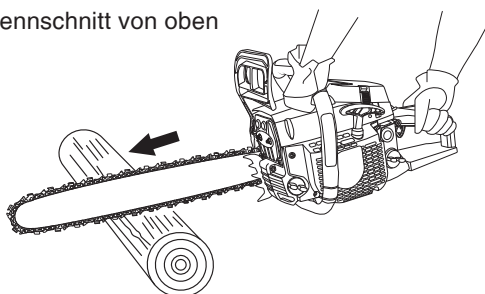

Abb.23
- Halten Sie die Säge fest im Griff, um die Kontrolle zu behalten. (Abb. 23)